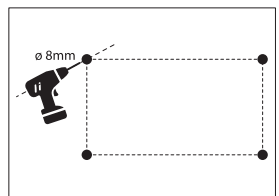

Рис. 5
- Просверлите в стене отверстия диаметром 8 мм на необходимую глубину (рис. 5).